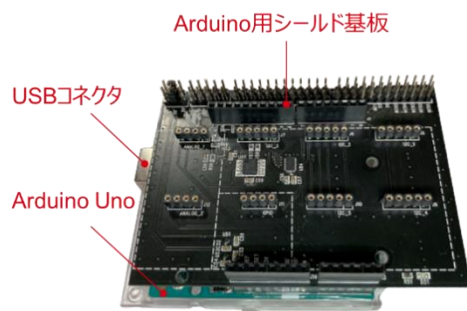

Figure 1. Arduino Uno と Arduino 用シールド基板の接続
1. Arduino Uno と Arduino 用シールド基板を接続 (Figure 1)